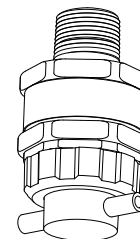

Рис. 215. MPD с потоковым колпаком
3. Выполните процедуру снятия крышки в обратной последовательности. На рис. 215 показан MPD с установленным потоковым колпаком.